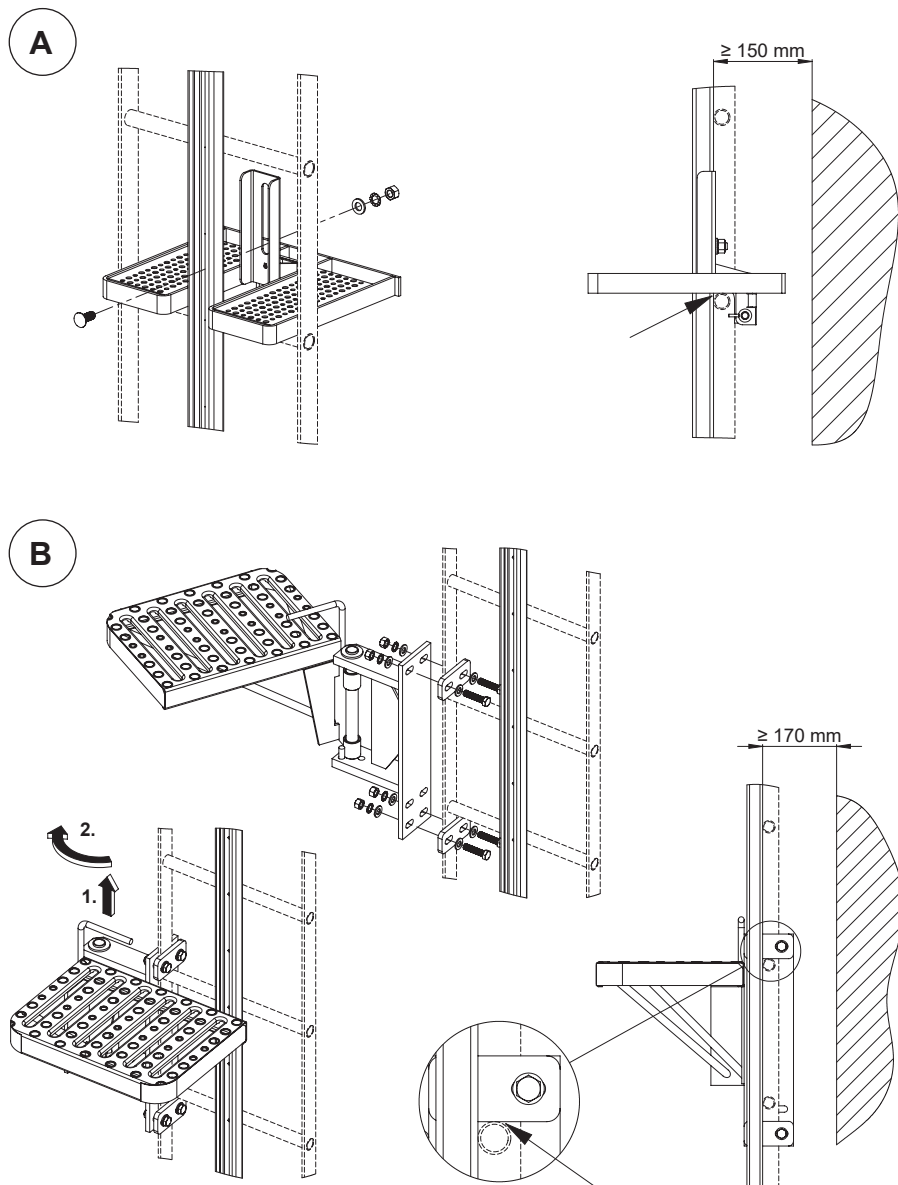

Fig. 2.5 - Repose-pieds rabattable (A), repose-pied pivotant (B)
Fig. 2.5 - Côté rail supérieur avec (A) et sans (B) armature ; armature d'assemblage et de forage (A1) ; entretoise avec les dimensions basées sur la largeur de l'échelon (A2)